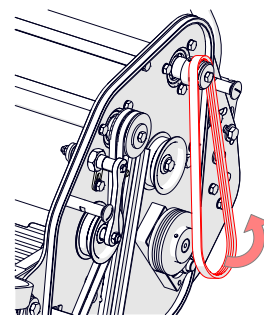

Fig. 16I - Rimuovere e sostituire la cinghia
- Tenere lontana la puleggia tendicinghia. Togliere la cinghia e sostituirla (se necessario) (Fig. 16I).